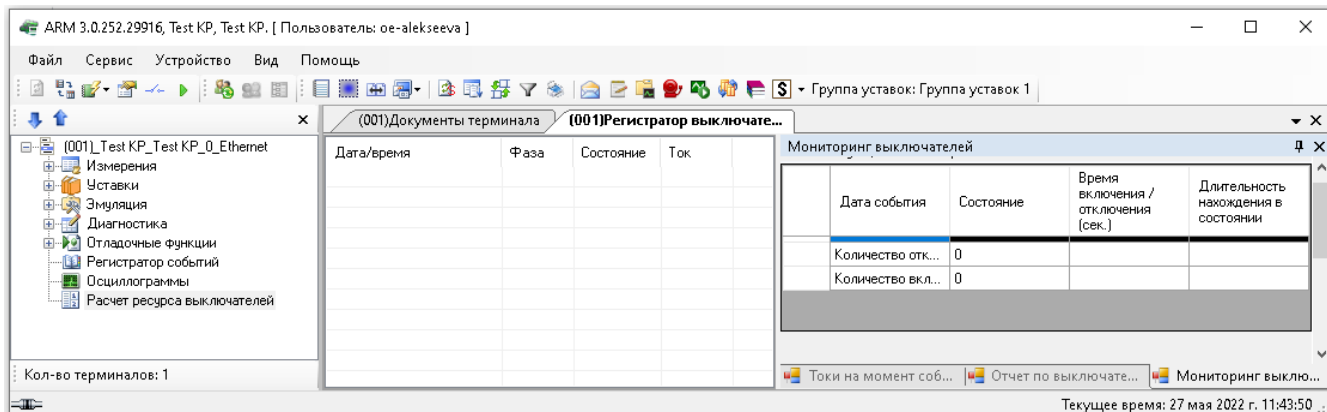

Рисунок 5.135
- Мониторинг выключателей – отображает временные параметры выключателей (см. рисунок 5.135).